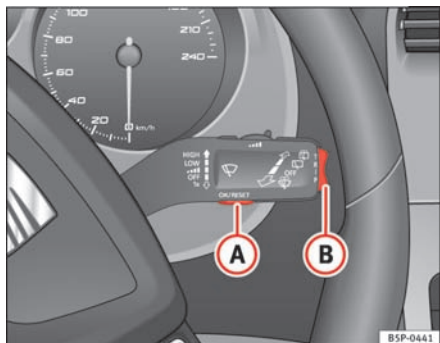
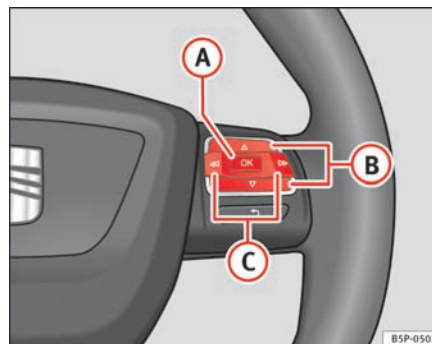

Fig. 44 Betjeningsarm til viskerne: knappen A til valg af menuer og vippeknappen B til skift mellem menuerne
Fig. 45 Betjeningselementer på rattet: knappen A til valg af menuer og knapperne B til skift mellem menuerne
- Tryk på knappen **C** ⇒ side 66, fig. 45 for at åbne menuen **Einstellungen** (indstillinger), indtil menuen vises i displayet. Derefter er menuen åbnet.
- For at skifte mellem hukommelserne skal du, mens tændingen er tilsluttet, trykke et kort øjeblik på knappen **A** ⇒ side 66, fig. 44 ⇒ side 66 på betjeningsarmen til viskerne eller på knappen **OK** på multifunktionsrattet ⇒ side 66, fig. 45 ⇒ side 66.
I kørecomputeren kan du vælge mellem følgende visninger ved at trykke på vippeknappen **B** ⇒ side 66, fig. 44 ⇒ side 66 på betjeningsarmen til viskerne eller ved at trykke på knappen **Δ** eller knappen **▽** ⇒ side 66, fig. 45 på multifunktionsrattet*.